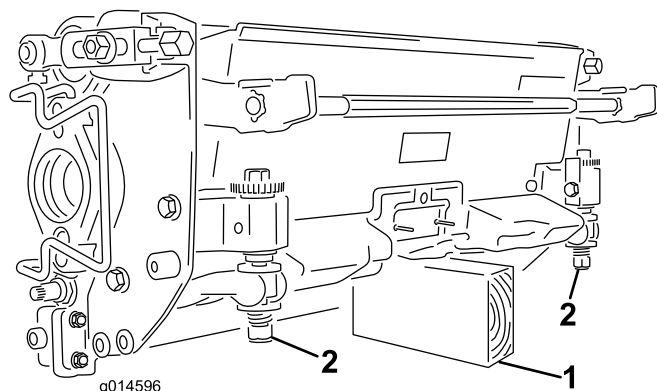

図 27
**重要** ベッドナイフやリールを見るためにカッティングユニットを立てる場合には、ベッドバー調整ねじのナットが床面に接触しないように、カッティングユニットの後ろ側をスタンドなどで支えてください 図 27。